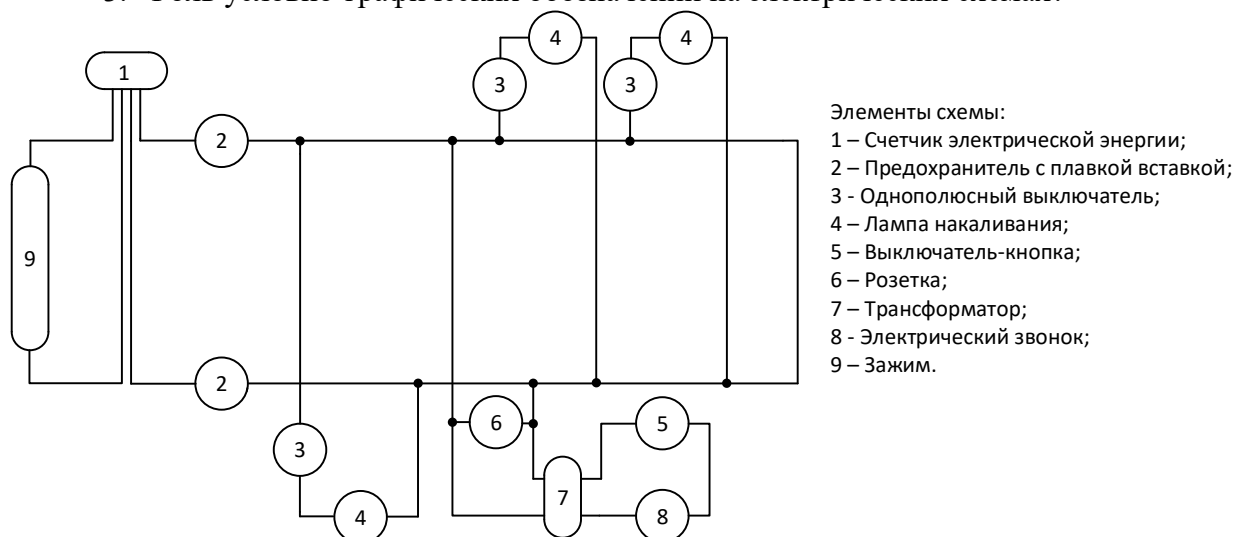

Рисунок 2 – Пример для индивидуального домашнего задания 3
4. Начертить электрическую схему (рисунок 2), представленную на рисунке изобразив элементы схемы согласно обозначениям, принятым ГОСТ. Ответить на вопросы: